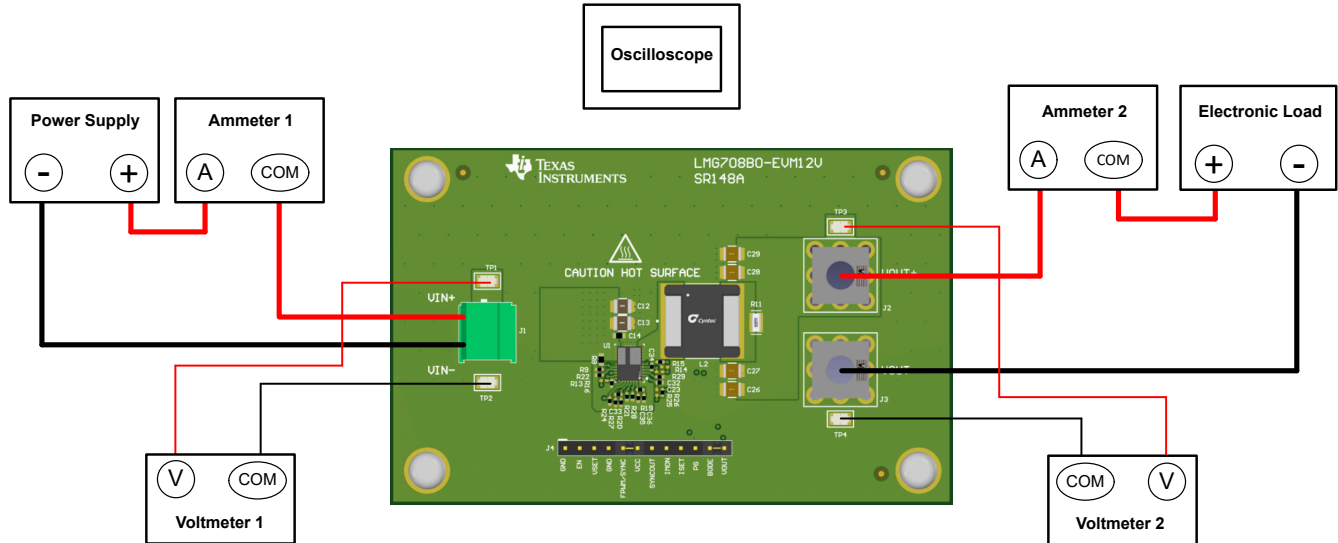

図 2-1. EVM テスト設定
表 2-1 および図 2-1 に記載された評価基板の接続を参照すると、LMG708B0-EVM12V を評価するための推奨テスト構成が示されています。ESD 保護された作業環境で作業を行い評価基板を取り扱う前に、リストストラップ、ブートストラップ、またはマットが適切に接続され、作業者が接地されていることを確認します。
- DC 入力電源を接続する前に、入力電源の電流制限を最大 0.1A に設定します。入力ソースが最初は 0V に設定され、図 2-1 に示すように VIN+ および VIN- 接続ポイントに接続されていることを確認します。TI は、入力ラインが長い場合、ダンピングを確保するために追加の入力バルクコンデンサの使用を推奨します。